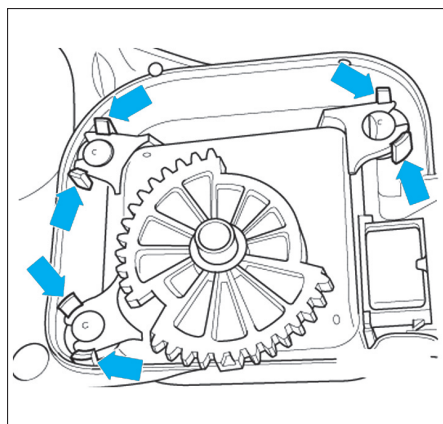

Fig. 20
- Dévisser les vis (3) et débrancher le connecteur (2).
- Retirer le support avec le servomoteur (1) dans le sens de la flèche.
- Repousser vers le bas le crantage du support et retirer le support comme illustré (Fig.20).
- Retirer le servomoteur du support. Pousser vers l'extérieur les ergots de fixation et extraire le servomoteur (Fig.20).